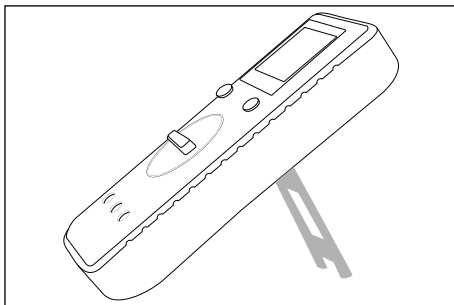

Fig. 4
- ◆ Pentru a amplasa aparatul, deschideți suportul de pe partea din spate a aparatului (a se vedea Fig. 4).